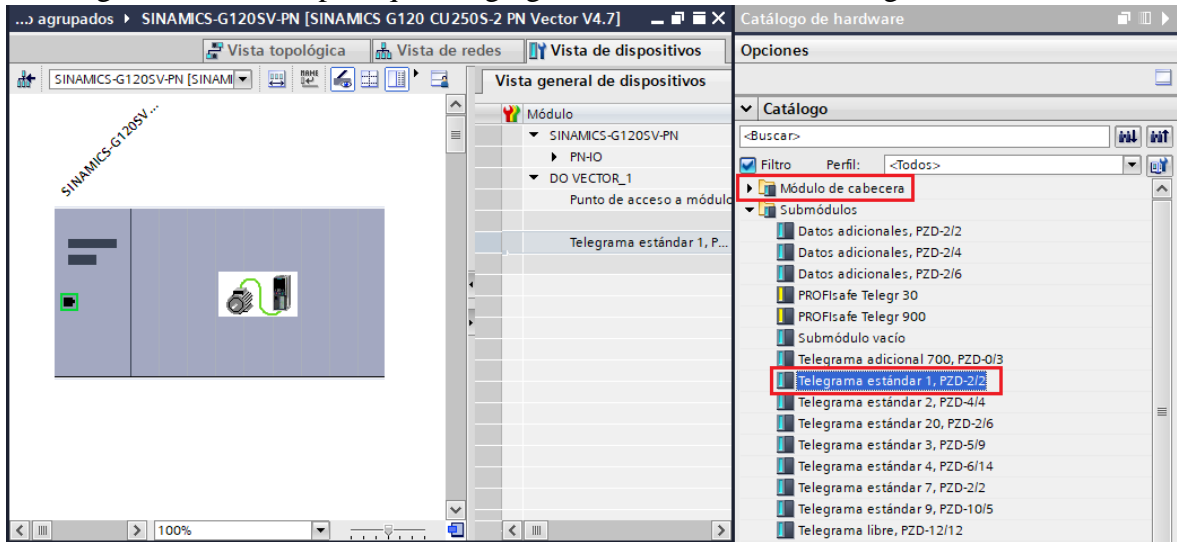

Figura 25. Asignar el telegrama estándar 1.
- Posteriormente dar clic sobre “Submódulos” / “Telegrama estándar 1, PZD-2/2” (ver Figura 25).